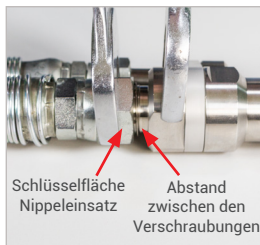

Abbildung 9
- ▶ Verdecken Sie nicht den Bereich zwischen den Verschraubungen (*Abbildung 9*). Hier muss der Druck beim Lösen ungehindert entweichen können. Achten Sie auf einen ausreichenden Sicherheitsabstand vom Körper, Gesicht und den Händen beim Lösen der Verschraubung
- ▶ Lösen Sie die Verschraubung des Füllschlauches am Anschluss „B2“ des Nippelinsatzes (Pos. 7) der Abreißsicherung. Halten Sie hierzu an der Schlüsselweite SW(2) des Nippelinsatzes gegen (*Abbildung 9*).
- Achtung:** Verdecken Sie nicht den Bereich zwischen Füllschlauch und Abreißsicherung (*Abbildung 9*).